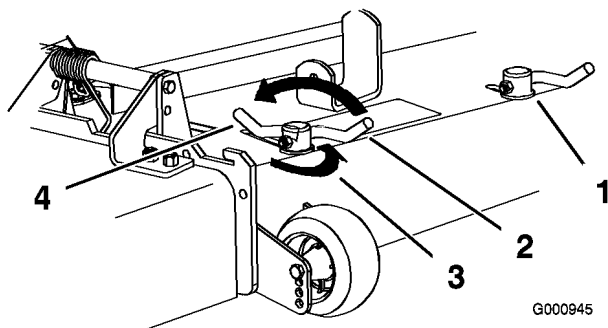

Figura 24
3. Para ajustar los bloqueos de leva, levante la palanca para aflojar el bloqueo de leva (Figura 24).
5. Devuelva la palanca a su posición original para apretar el deflector y los bloqueos de leva (Figura 24).